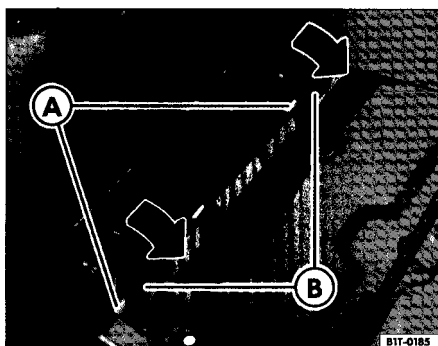

Fig. 68 Repose du siege : etriers de retenue C), axes et leviers de verrouillage
- Placez le siege avec les etriers de retenue fig. 68 C) sur les axes (fig. 68 C).
- Manoeuvrez les deux leviers de verrouillage = fig. 68 dans le sens des fleches. ▶